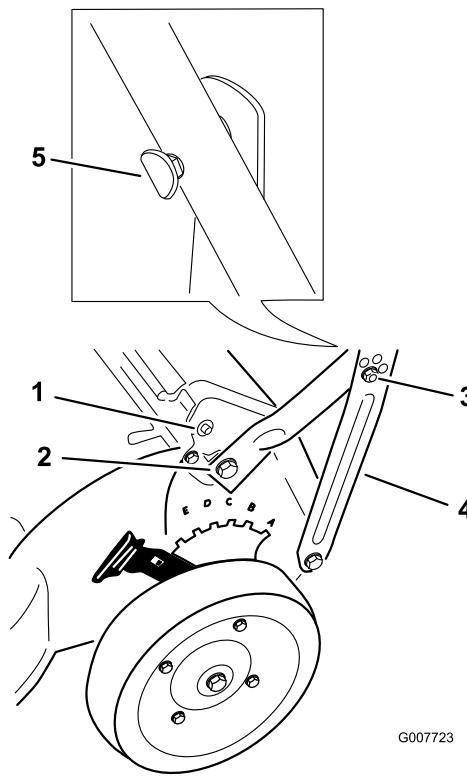

Figura 3
4. Monte el manillar en la carcasa del cortacésped con los pernos y arandelas extraídos en el paso 2 (modelo 22193 solamente) pero sin apretarlos (Figura 3).
5. Monte los soportes del manillar a los costados del manillar inferior con 2 pernos de cabeza ovalada (Modelo 22193 solamente) y sujetelos con la presión de los dedos solamente usando 2 contratuerca (Figura 3).
- Si los taladros del manillar son cuadrados, alinee e inserte el cuello cuadrado de los pernos de cabeza ovalada en el manillar de manera que las cabezas de los pernos queden apretadas contra el manillar, y apriete las contratuerca (Figura 3).
- Si los taladros del manillar son redondos, alinee las cabezas de los pernos de cabeza ovalada con el manillar según se indica en Figura 3; luego, sujetando las cabezas en esa posición, apriete cada tuerca con una llave inglesa para introducir el cuello cuadrado en el manillar, hasta que las
Nota: Sujete los cables lo más bajo posible en el manillar para evitar que se enganchen en el tapón de extremo de la varilla de la puerta trasera e interfieran con el sistema de autopropulsión (Figura 3).